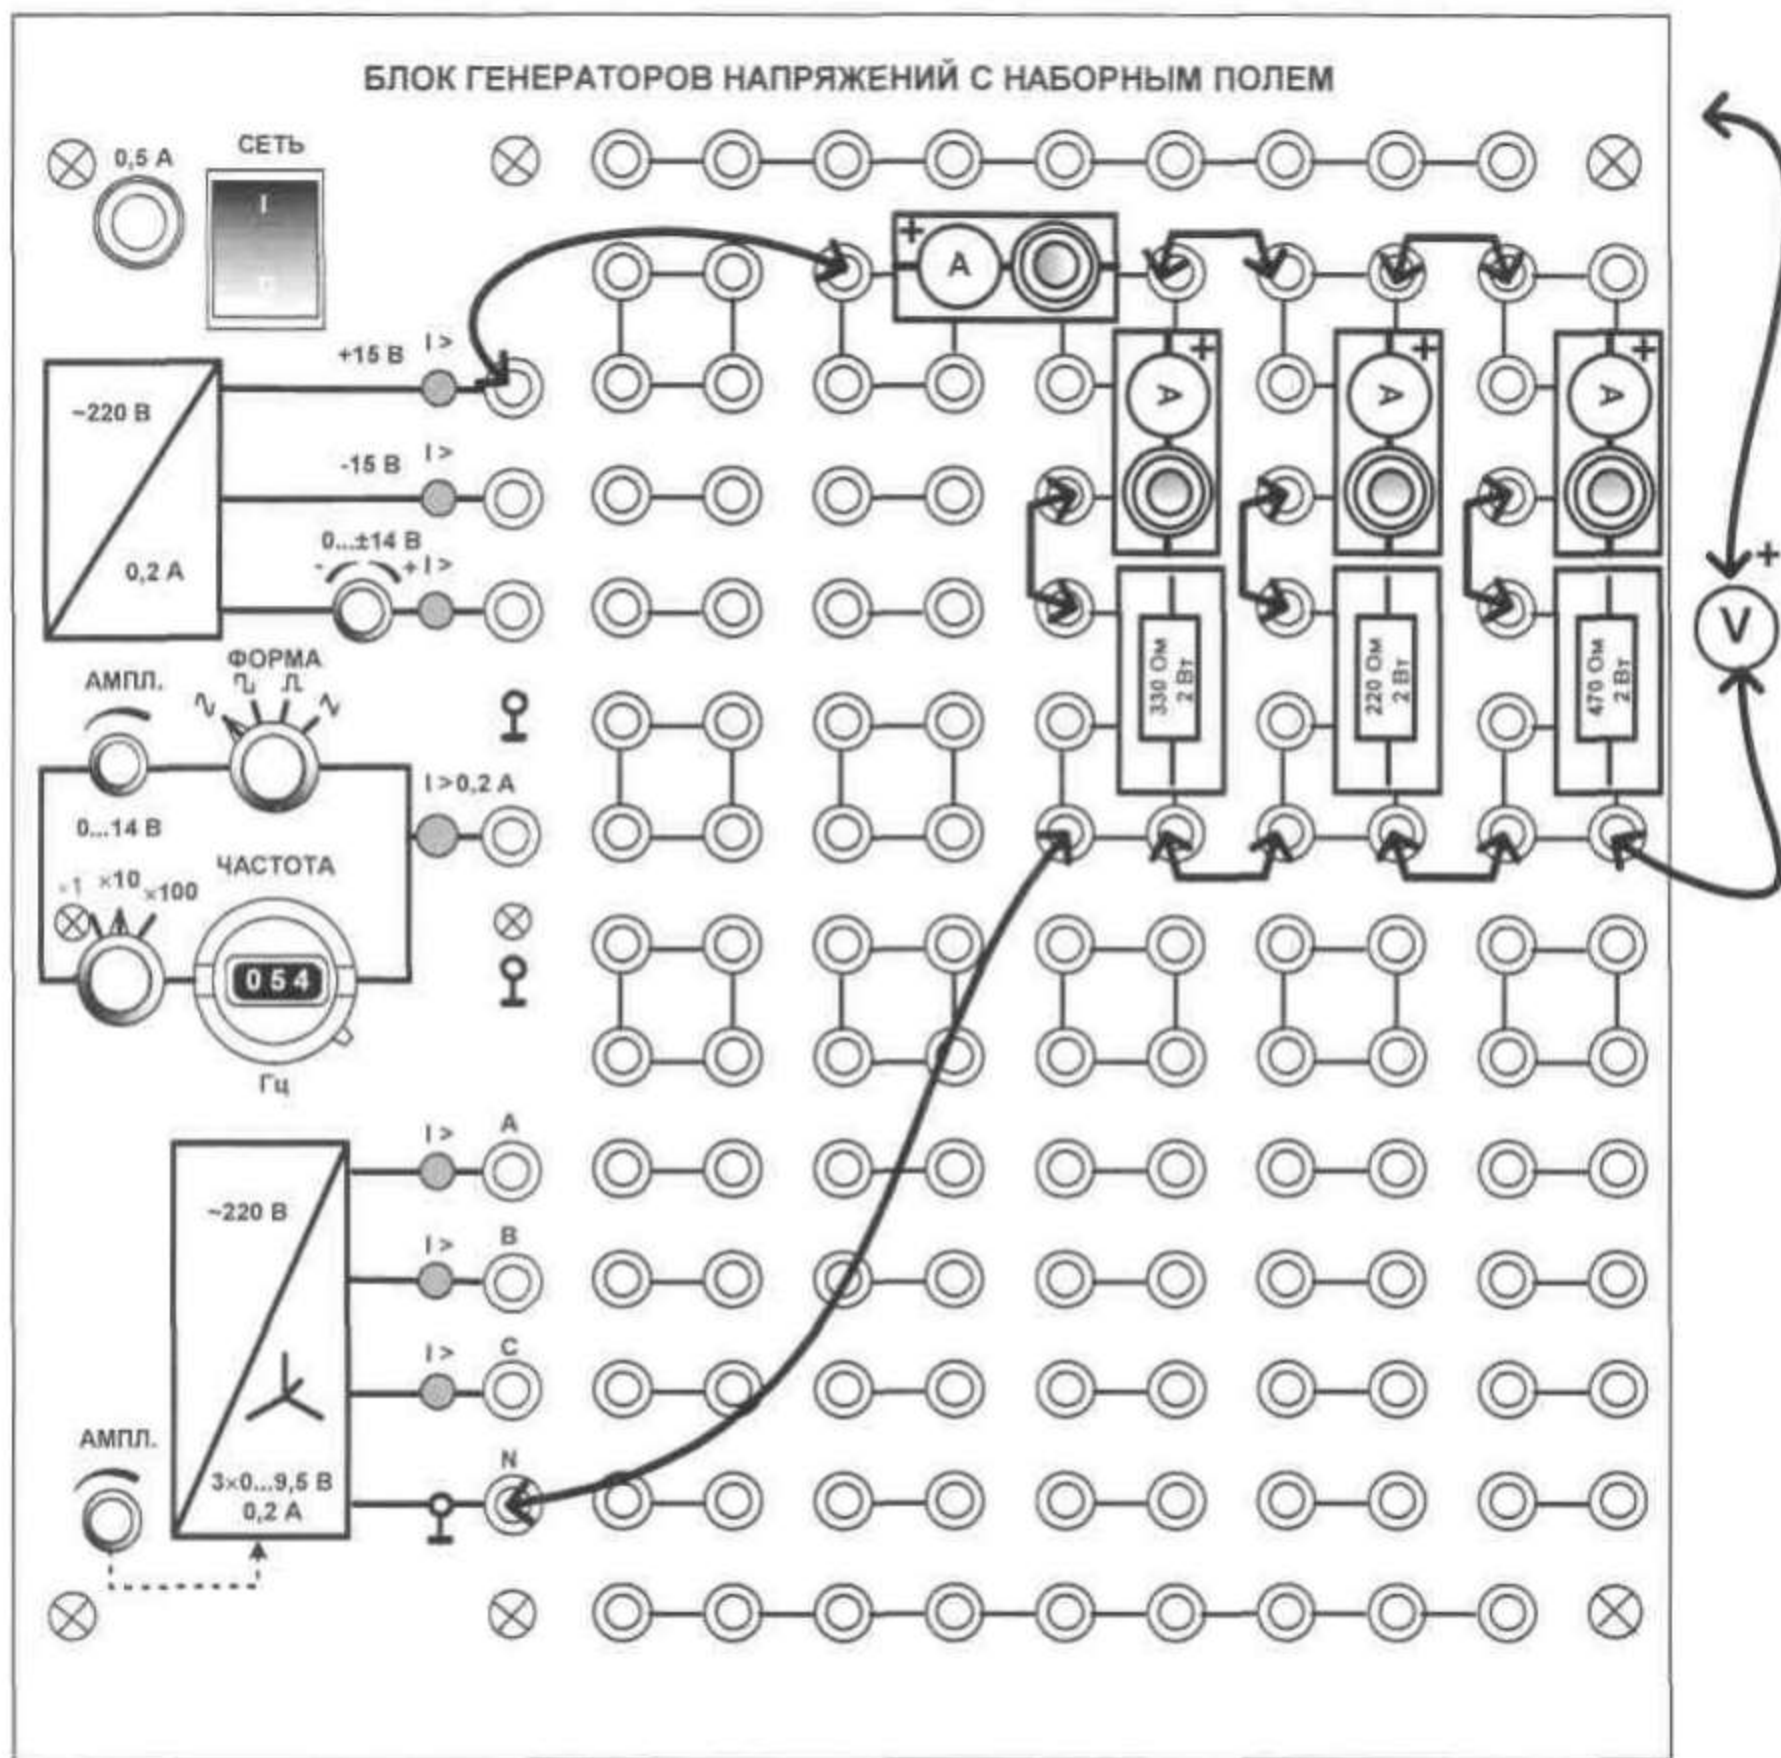

Рис. 4.2
- Соберите цепь согласно монтажной схеме (рис. 4.2), вставив последовательно с каждым из резисторов (330, 220 и 470 Ом) специальные миниблоки для подключения амперметра.